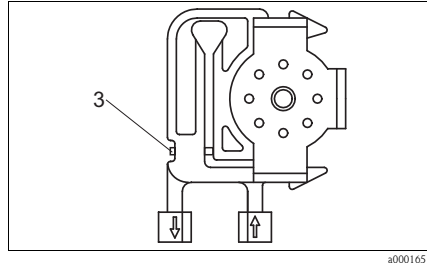

图 24: 试剂泵示意图
1. 松开调节螺丝 (→ 图 24, 部件 3)，直至无试样传输。